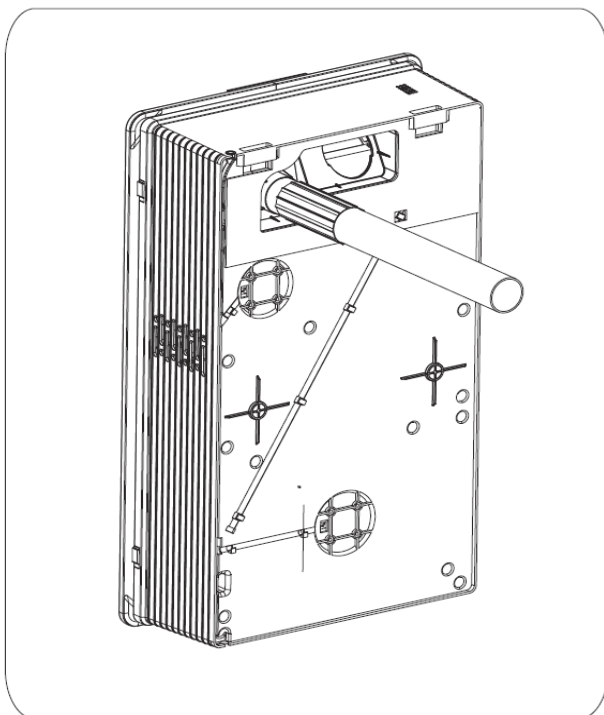
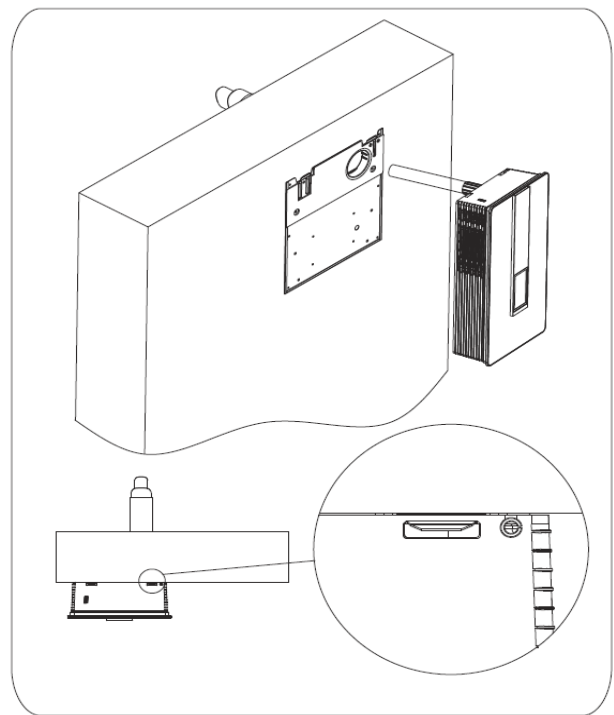

Рис. 8. Присоединение вентиляционной трубы
Рис. 9. Выравнивание пластины
5.3.1 Подсоединить внутреннюю вентиляционную трубу к отверстию выхода воздуха воздухоочистителя (рис. 8), затем приподнять и вставить во внешнюю трубу. Поддерживающая пластина выравнивается с корпусом. (рис. 9)